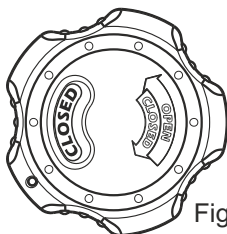

Figura 2
6.3 Montar el escudo exterior con el visor permitiendo la lectura "CLOSED", figura 2.